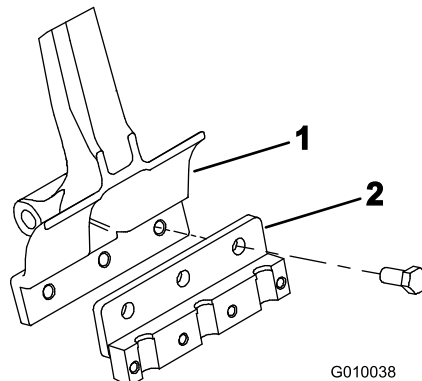

Figura 22
2. Monte un portataladro en cada brazo de taladros con 3 pernos de 1/2 x 1-1/4 pulgada (Figura 22). Apriete las tuercas a 101,6 N-m.